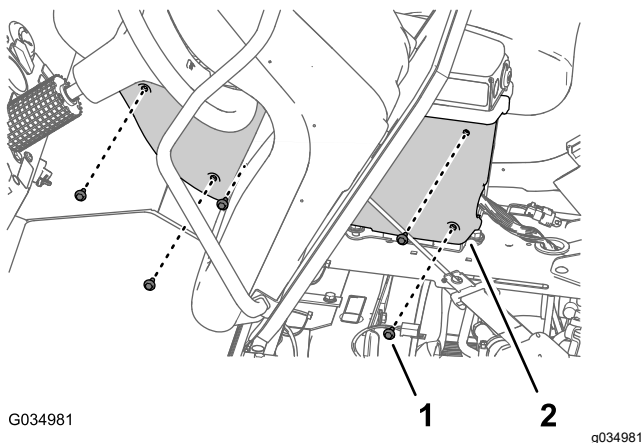

Figura 103
7. Monte la tapa en la consola central con los 5 pernos con arandela prensada ($\frac{1}{4}$ " x $\frac{3}{4}$ ") que se retiraron anteriormente (Figura 103), y apriete los pernos a 520-678 N·cm (46-60 pulgadas-libra).